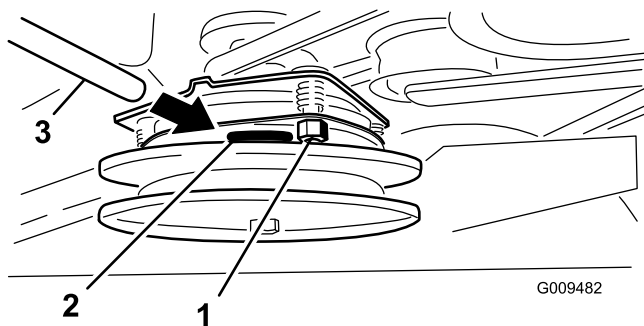

Bild 61
2. Sollte eine Einstellung erforderlich sein, verwenden Sie eine 0,381 mm starke Fühlerlehre, um jede der drei Einstellungsschlitzpositionen einzustellen. Ziehen Sie die Sicherungsmuttern fest, bis die Fühlerlehre etwas fest sitzt, jedoch leicht bewegt werden kann (Bild 61).